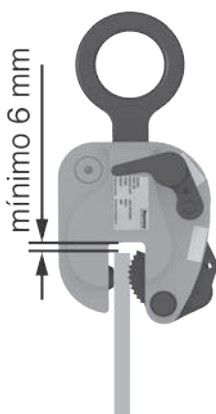

Fig. 19: Distancia entre garra / plancha
- Asegure, si es posible, una distancia de aproximadamente 6 mm entre la pieza y la garra (Fig. 19). Se recomienda respetar esta distancia, esto aumenta la vida útil de la garra.